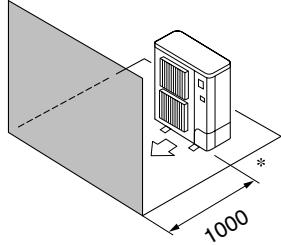

Fig. 2-5
④ Yalnızca önündeki engeller (Fig. 2-5)